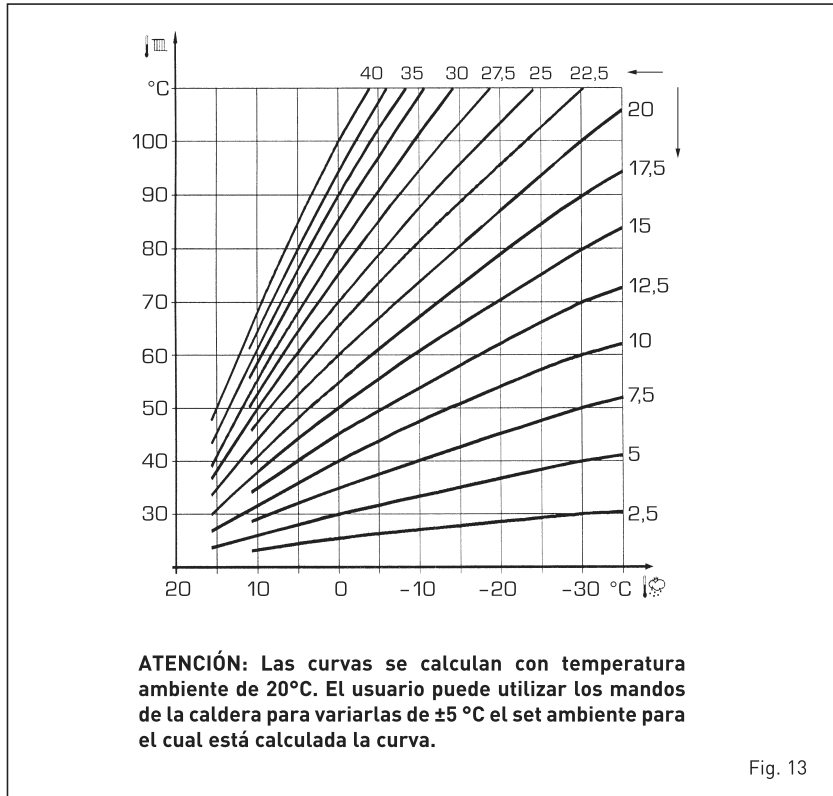

Fig. 13
3.4 SONDA EXTERNA CONECTADA (fig. 13)
La curva climática se puede seleccionar entre los valores de 3 y 40 (con pasos de 1). Aumentando la pendiente representada por la curva de la fig. 13, se incrementa la temperatura de impulsión de la instalación conforme a la temperatura externa.